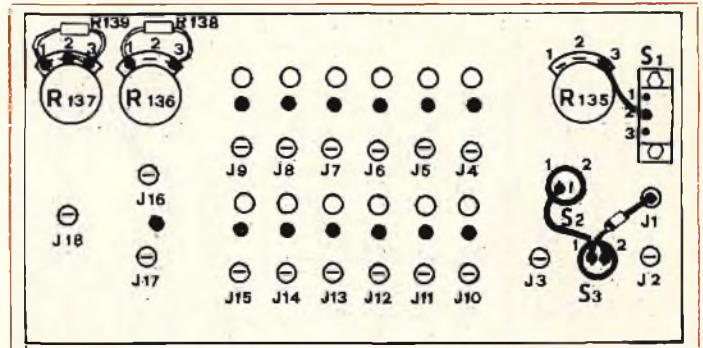
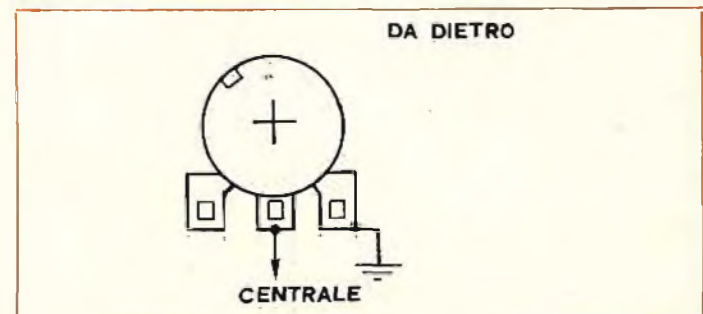

Fig. 2 - Disposizione dei componenti il pannello frontale (potenziometri, interruttori, pulsanti, boccole) e loro interconnessioni.
Fig. 4 - Particolare delle connessioni al potenziometri formatori della sequenza.
Dopo tutti questi ben discorsi, ora siete veramente in grado di procedere alle connessioni di tutti e quattro i circuiti. Innanzitutto vi consigliamo una disposizione del pannello (se proprio non volete rinunciare alle vostre idee architettoniche oppure non acquistate il Kit) almeno ricalcate, in linea di massima, l'organizzazione data al nostro prototipo per es.: vedi fig. 2. Vedete poi (se avete dubbi riferitevi anche alla puntata scorsa) di tenere presente che i terminali dei potenziometri dei comandi esterni (non parlo dei potenziometri di comando della sequenza) sono NUMERATI (da 1 a 3 ovviamente), come pure sono numerati i reofori degli switch e dei pulsanti. Anche le boccole per il Loop della sequenza sono numerate: le chiameremo «jack 4, 5, etc...», come pure le boccole di coman-
Adesso siete pronti a collegare finalmente le trecce ai potenziometri: noterete sul cs che una pista è comune a tutti i terminali di detti potenziometri: ed è la pista di massa (vedi schema elettrico). Tenete allora presente che la tensione di controllo in uscita è nulla se il cursore (centrale) di un potenziometro è tutto volto verso massa: poiché dunque di solito i potenziometri funzionano in modo che l'effetto (in questo caso la tensione di uscita per il VCO) aumenti se vengono ruotati in senso orario, dovrete collegare un capo di ogni trecciola al terminale segnato dallo schema (cioè il cursore al filo centrale di diverso colore, e il filo che, degli altri due fa capo alla pista comune di massa, andrà collegato come in Fig. 4, dove il potenziometro è visto da DIETRO). Vedi anche la Fig. 2 della scorsa puntata.
Ad ogni modo prendete in considerazione la fig. 2. RICORDATE UNA COSA IMPORTANTE: per risparmiare tempo, vedrete che è inutile saldare subito un terminale là dove poi arrivano in un secondo tempo altri fili: useremo allora, ad ogni operazione di collegamento, una simbologia particolare: se dovrete collegare e saldare scriveremo (S); se dovrete aspettare, scriveremo invece (NS) Ci siamo capiti?